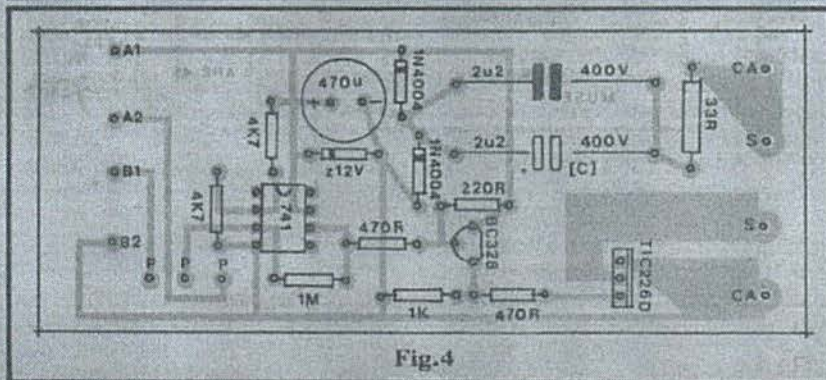

Fig. 4
- FIG. 4 - CHAPEADO DA MONTAGEM - Apesar de pequena, a placa é pouco "congestionada", de modo que a colocação e soldagem dos componentes não oferecerá muitas dificuldades... Guiando-se pela figura, que traz o Impresso visto pelo seu lado não cobreado, basta o Leitor/Hobbysta ir colocando e soldando as peças, observando com atenção seus códigos, valores, polaridades, etc. Pontos que merecem maior observação, estão enumerados a seguir:
220V... Na prática, contudo (ver CHAPEADO - fig. 4) podemos "universalizar a coisa" a partir de 2 capacitores de 2u2 x 400V (ver LISTA DE PEÇAS) que serão aplicados à placa nas seguintes condições:
- Rede de 220V - Colocar na placa apenas um dos ditos capacitores, não incluindo o capacitor "C", visto em cor clara, na fig. 4.